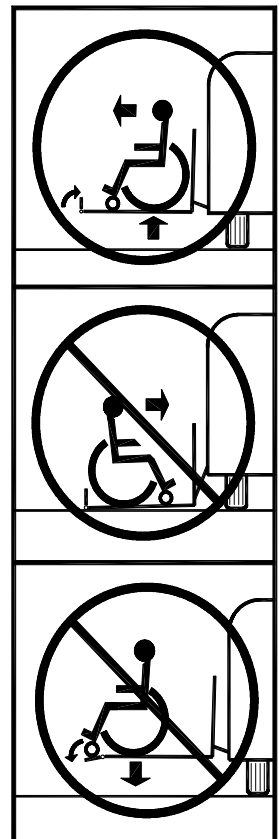

BILD 2: SITT VÄND UTÅT VID ANVÄNDNING
- Se bild 2. Då hissen används rekommenderar vi att passageraren sitter **VÄND UTÅT**, eftersom de större bakhjulen kan rulla över det främre rullningsstoppet. Kontrollera att det främre rullningsstoppet är uppe innan plattformen höjs eller sänks.